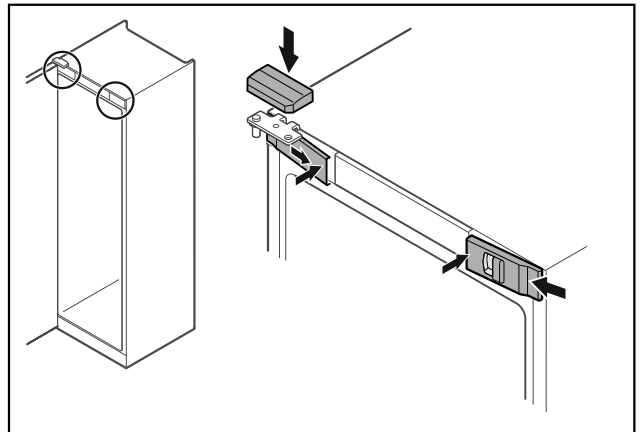

Fig. 50
- ▶ Vordere Abdeckungen Fig. 50 (1) seitlich einhaken und innen aufrasten.
- ▶ Obere Abdeckung Fig. 50 (2) von oben aufrasten.